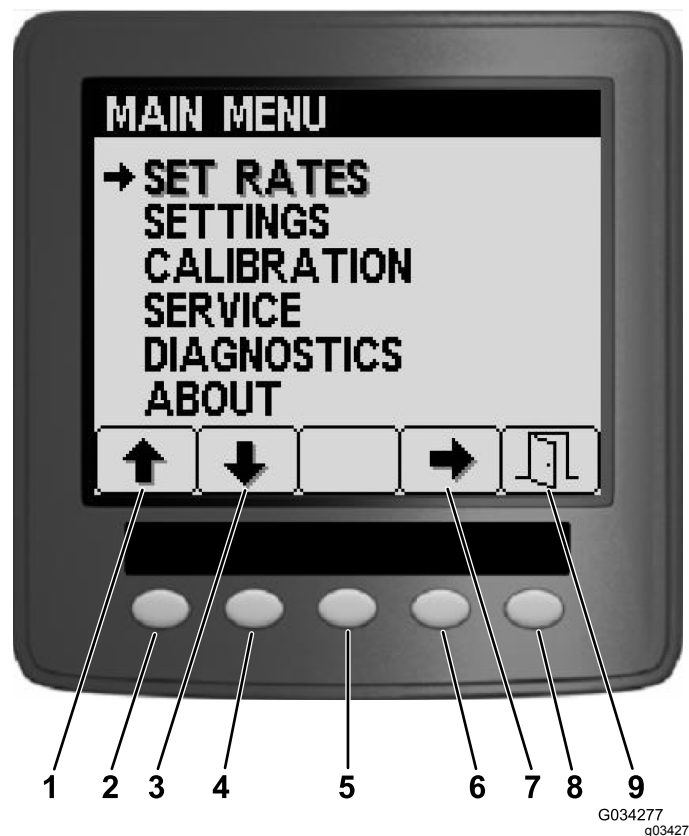
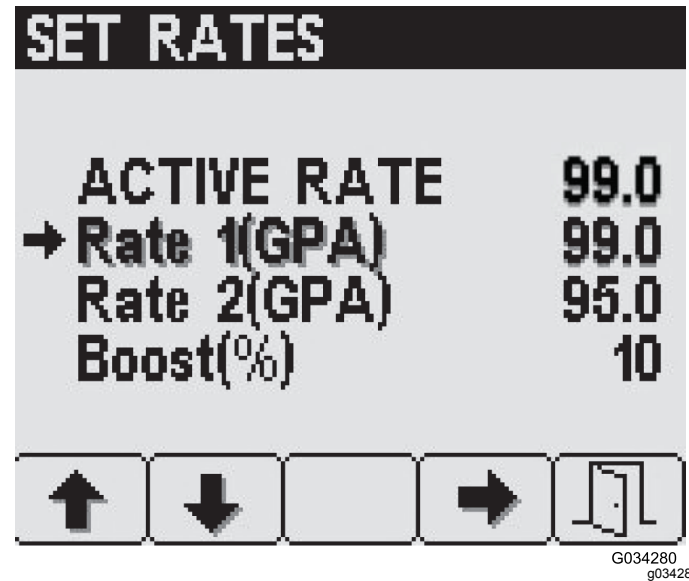
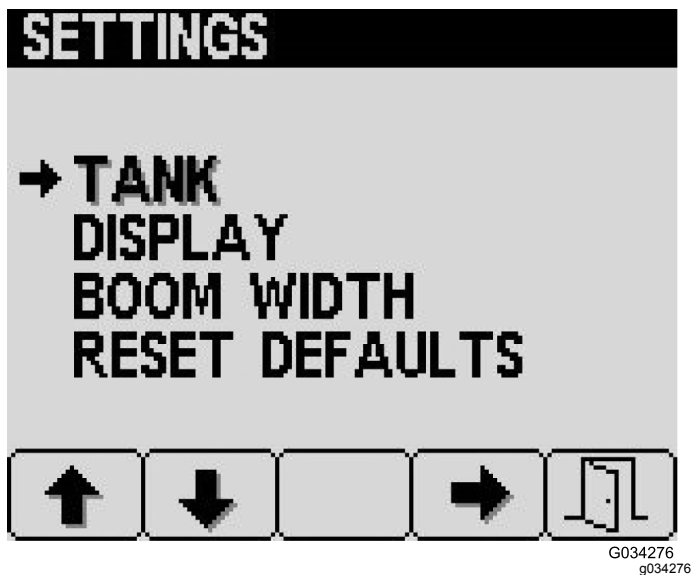

Figura 16
Figura 17
Figura 19
Desde la pantalla Main Menu (Menú principal), puede acceder a la pantallas Set Rates (Establecer caudales), Settings (Ajustes), Calibration (Calibración), Service (Servicio), Diagnostics (Diagnósticos) o About (Acerca de) (Figura 16).
Para acceder a la pantalla Set Rates (Establecer caudales), pulse el botón 2 en la pantalla Main Menu (Menú principal) (Figura 16) hasta que llegue a Set Rates (Establecer caudales) y pulse el botón 4 para seleccionar Set Rates (Establecer caudales) (Figura 17).
- 1. Pulse el botón 1 o 2 hasta que llegue al caudal o al porcentaje de caudal de aumento que desee (Figura 17).
Para acceder a la pantalla Settings (Ajustes), pulse el botón 2 en la pantalla Main Menu (Menú principal) (Figura 16) hasta que llegue a Settings (Ajustes) y pulse el botón 4 para seleccionar Settings (Figura 19).
1. Pulse el botón 4 en la pantalla Settings (Ajustes) para seleccionar los ajustes de Tank (Depósito) (Figura 19).
1. Pulse el botón 2 en la pantalla Settings (Ajustes) hasta que llegue a los ajustes de Display (Pantalla) y, a continuación, pulse el botón 4 para seleccionar Display (Pantalla) (Figura 19).
Los ajustes de anchura del brazo se introducen previamente en la fábrica (Figura 19).